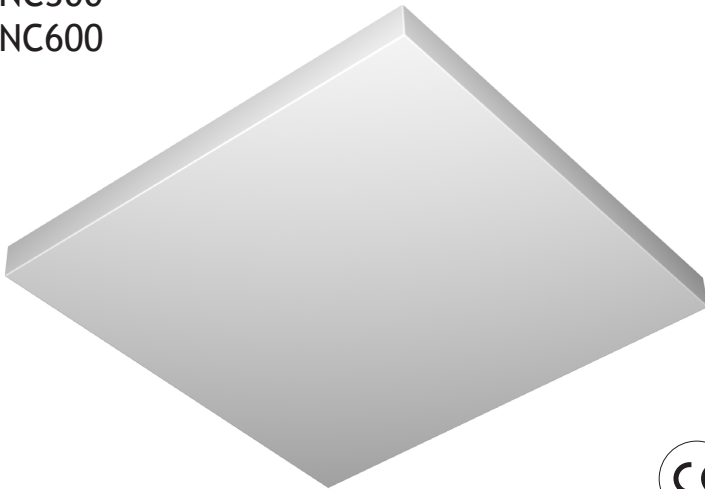
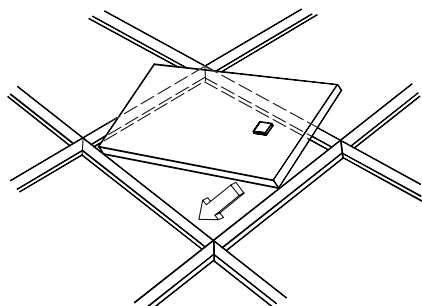

Fig.1a
Fig.3
1. The Energocassette can be fitted into suspended ceilings with T-bars 15mm or 24mm, fig.2, or fixed onto the ceiling using the supplied H-bracket, fig.3. Lowest installation height is 1.8m from floor level. Respect and follow the minimum distances to the surrounding surfaces, according to fig.1a. Fixed heater must not be mounted in front of a socket outlet.
2. When mounting onto the ceiling, secure the bracket first to the ceiling with three screws on each side with distances C/C¹ and C/C², see fig.3 and table. Insert the ENC in the H-bracket by hooking the fixings (B) into the fixing slots (A).
5. If the ENC is to be mounted with chains or wires, use the 4 existing fixings (B), as hanging points, see fig.3.
1. Der EnergoCassette kann in abgehängte Decken mit T-Träger von 15 mm oder 24 mm (fig.2) eingebaut oder mit der mitgelieferten H-Halterung an der Decke befestigt werden, fig.3. Die niedrigste Installationshöhe beträgt 1,8 m vom Boden. Beachten und befolgen Sie die Mindestabstände zu den umliegenden Flächen gemäß fig.1a. Befestigen Sie den Heizkörper nicht unter einem Wandsockel!
2. Bei Deckenmontage befestigen Sie die Halterung zuerst mit drei Schrauben an jeder Seite an der Decke, mit dem Abstand C/C¹ und C/C², fig.3. Führen Sie die EnergoCassette in die Halterung, indem Sie die Befestigung (B) in die Befestigungsführung (A) einhaken.
5. Wenn die ENC mit Ketten oder Drähten montiert werden soll, verwenden Sie die 4 vorhandenen Befestigungen (B) als Aufhängepunkte, siehe fig.3.
1. L'Energocassette peut être montée dans des plafonds suspendus avec des poutres en T de 15 ou 24 mm, fig.2, ou fixée au plafond à l'aide du support en H fourni, fig.3. La hauteur d'installation la plus basse est de 1,8 mètres du sol. Maintenir les distances minimales aux surfaces environnantes, selon la fig.1a. Les poêles fixes ne peuvent pas être installés devant une prise murale.
2. Dans le cas d'une installation suspendue, commencer par fixer solidement le support au plafond, à l'aide de 3 vis de chaque côté, voir fig.3. Insérer la cassette dans le support en accrochant les attaches (B) dans les points prévus à cet effet (A).
5. Pour une installation par chaînettes ou tiges filetées, vous devez utiliser les 4 points de fixation existants (B), voir fig.3.
1. De EnergoCassette kan worden gemonteerd in verlaagde plafonds met T-balken van 15 mm of 24 mm, fig.2, of aan het plafond worden bevestigd met behulp van de meegeleverde H-beugel, fig.3. De laagste installatiehoogte is 1,8 meter vanaf de vloer. Hou de minimale afstanden tot de omliggende oppervlakken aan, volgens fig.1a. Vaste kachels mogen niet voor een wandcontactdoos worden gemonteerd.
2. Als het panel aan het plafond wordt gemonteerd, zet dan eerst de beugel vast aan het plafond met drie schroeven aan elke zijde, met de afstanden C/C¹ en C/C², zie fig. 3 en table. Plaats de ENC in de H-steun door de haken (B) in de ogen te steken (A).
5. Als de ENC gemonteerd is met kettingen of draden, gebruik de 4 haken (B) om te bevestigen, zie fig.3.
1. Energocassette kan monteras infälld i undertak med T-profil 15 mm eller 24 mm, fig.2, eller utanpåliggande på medföljande H-takfäste, se fig.3. Lägsta monteringshöjd är 1,8 m ifrån golvnivån. Respektera och följ min. avstånden till omgivande ytor enligt fig.1a. Fast monterad värmare får inte placeras framför ett vägguttag.
2. Vid utanpåliggande montering, skruva fast H-takfästet mot tak med tre skruvar på varje sida, med C/C¹ och C/C² avstånd, se fig.3 och tabell. Lyft därefter upp värmaren och haka i vinkelfästena (B) i H-takfästet (A).
5. Om montering sker med vajer eller kedja, kan de fyra vinkelfästena (B) användas som upphängningspunkter, se fig.3.